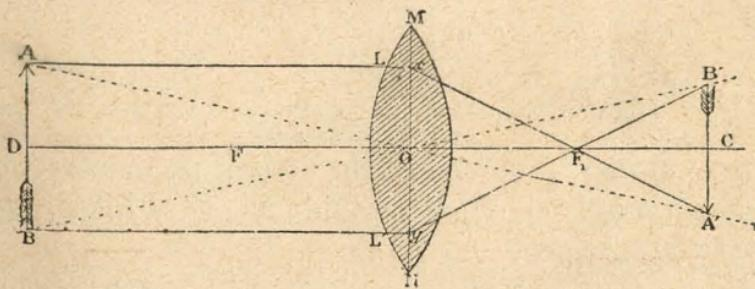

Fig. 137.—Marcha de los rayos luminosos en una lente biconvexa: *O*, eje principal; *O*, centro óptico; *F*, *F*, focos principales.
13. **Construcción de las imágenes en las lentes.**—Sea una lente convergente *MN* (fig. 137); para construir la
**14. Naturaleza de las imágenes.** — En las *lentes convergentes*: 1.o Un objeto colocado á una distancia de la lente mayor que el doble de la distancia focal, da una imagen *real, invertida y menor que el objeto* (fig. 137).